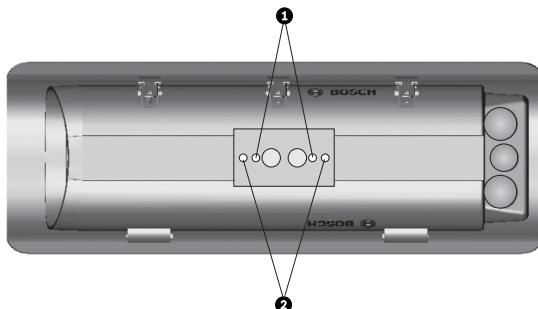

図 5.1 機器接続または貫通配線用のねじ穴位置
- 4 つのねじ穴 (1/4-20) のうち、外側 2 つは貫通配線マウントを取り付ける為のものです。内側 2 つはその他の機器やパン / チルトユニットを取り付ける為のものです。図 5.1 を参照してください。